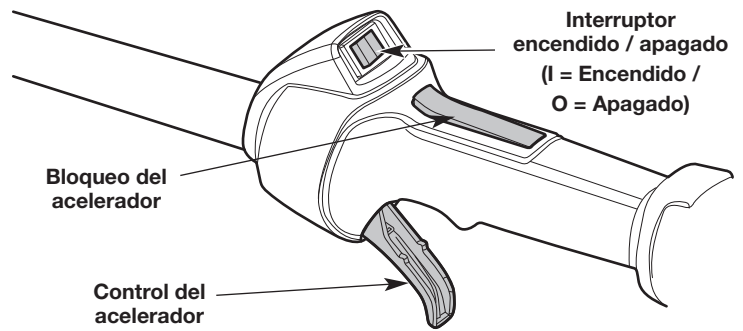

Fig. 10
**NOTA:** No hay necesidad de encender la unidad. El interruptor de Encendido/Apagado debe estar en la posición **Encendido (I)** en todo momento (Fig. 10).
**NOTA:** **NO** apriete el control del acelerador hasta el paso 8 (Fig. 10).
8. Oprima y mantenga apretado el bloqueo del acelerador (Fig. 10). Apriete el control del acelerador según sea necesario para el funcionamiento (Fig. 10).
2. Oprima y no suelte el interruptor de control de Encendido y Apagado en la posición **Apagado (O)** hasta que el motor se detenga por completo (Fig. 10).